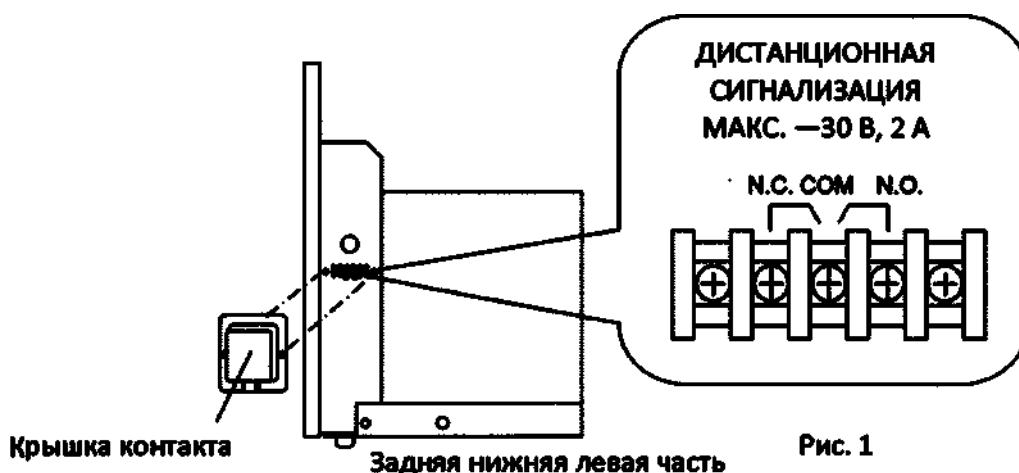

Рис. 1
1. Снимите крышку контакта в задней левой части корпуса холодильника, открутив два винта (Рис. 1).